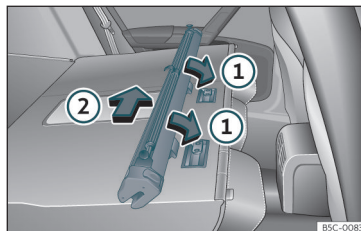

Abb. 123 Einbau des Trennnetzes an den Rücksitzlehnen
- Ordnen Sie die Schale des Netzes in der Unterseite der Stützschielen in Pfeilrichtung an»» **Abb. 123** ①.
- Drücken Sie die Schale nach links vom Fahrzeug in Pfeilrichtung»» **Abb. 123** ② und bis zum Anschlag.
- Ziehen Sie am Gehäuse des Netzes ca. 5 cm gegen die Pfeilrichtung >>> **Abb. 123** ②.
- Nehmen Sie den Einsatz des Trennnetzes aus den Halteschienen, indem Sie entgegen der Pfeilrichtung >>> **Abb. 123** ① ziehen.